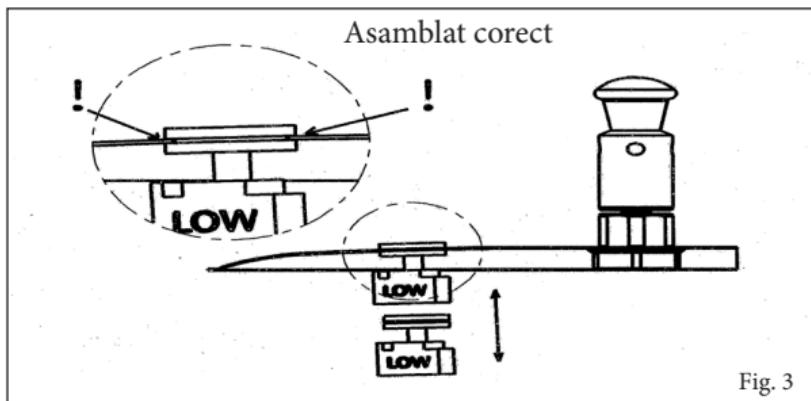

Fig. 3
- valvă de siguranță (din cauciuc) care în caz de funcționare defectuoasă descarcă presiunea în exces garantând maxima siguranță a utilizării (fig. 3).
- valva de siguranță (din cauciuc) să fie întreagă și montată corect în respectivul locaș, astfel încât partea scobită să fie încastrată pe toată circumferința în gaura din capac (vezi fig. 3). Dacă valva de siguranță intră în funcțiune trebuie amplasată ulterior în poziția normală după ce a fost răcitată oala și după verificarea integrității acesteia;